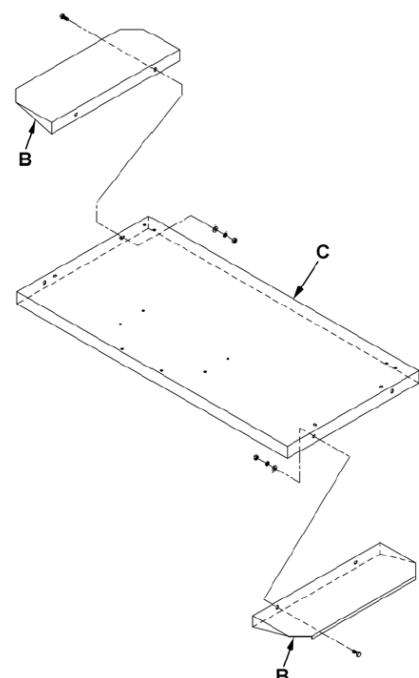

Рис. 1
Прикрепите удлинения основания (B, Рис. 1) к основанию (C) при помощи болтов, шайб, контргайб и гаек.